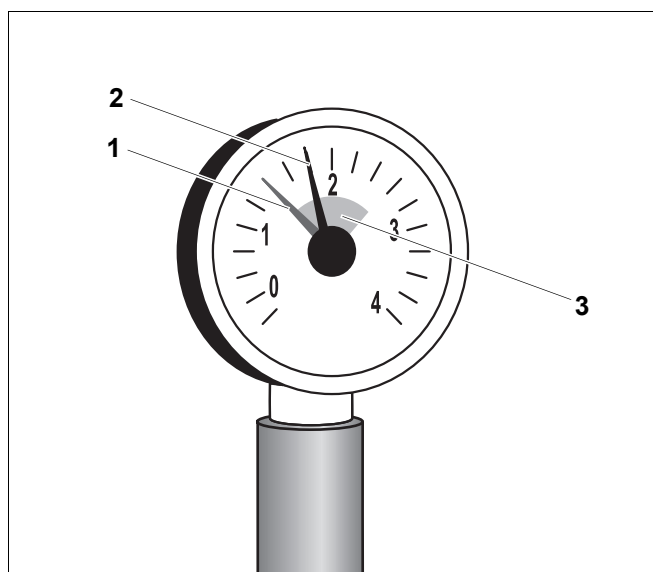

Рис. 4 Манометр для закрытых отопительных установок
- Красную стрелку (рис. 4, **поз. 1**) манометра отопительной установки поставить на необходимое минимальное давление 1 бар.